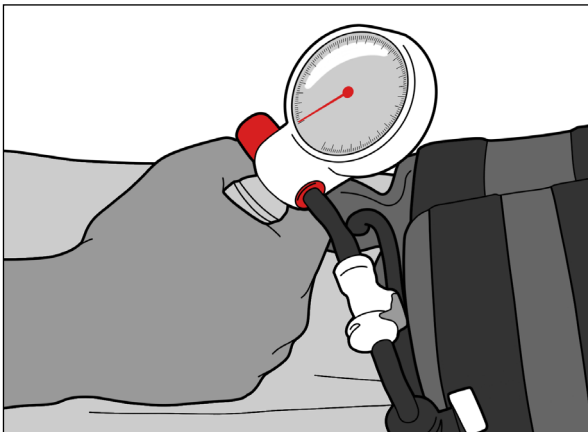

Abb. 24
2. Drehen Sie den Knopf von sich weg (Abb. 24).